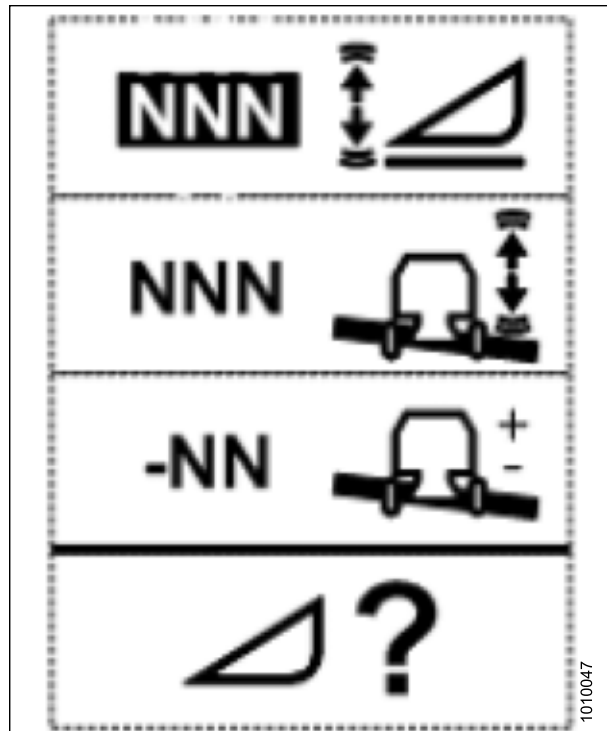

Figura 3.187: Página de cambio de sensibilidad de la altura
1. Use la tecla de CONFIGURACIÓN DE LA PLATAFORMA (M) para visualizar la página PANTALLA DE CAMBIO DE SENSIBILIDAD DE LA PLATAFORMA mostrada en la figura 3.187, página 150.
2. Use las teclas hacia ARRIBA y hacia ABAJO (E) o (H) para ajustar el elemento resaltado. El rango de configuración de sensibilidad de la altura es de 0 (menos sensible) a 250 (más sensible) en incrementos de 10.